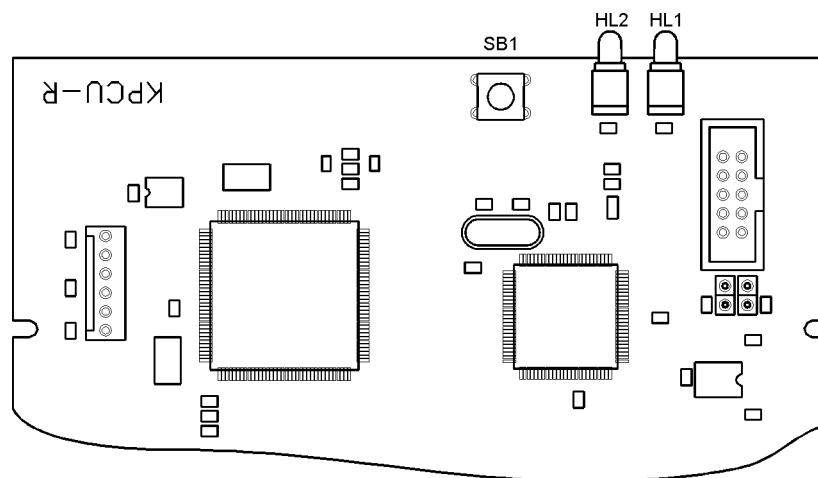

Рисунок 24 - Светодиоды блока KPCU-R
5.6.3 Выше описаны способы сброса блока КPCU-R программно. Существует возможность сбросить блок КPCU-R аппаратно, который осуществляется путем нажатия кнопки «SB1» на блоке КPCU-R. (см. рисунок 24).
Проконтролировать свечение светодиода HL1 (см. рисунок 24) при обмене данными с блоком управления MB-R.